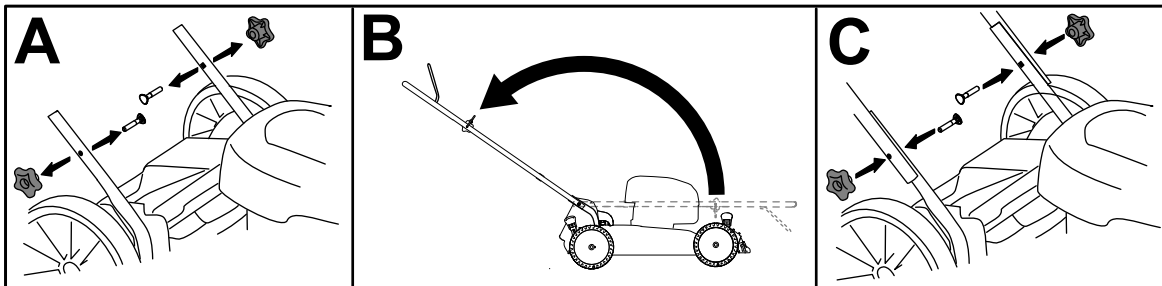

Figure 3
1. Retirez les boutons du guidon et les boulons correspondants du carter de la machine (A de Figure 3).
2. Placez la partie supérieure du guidon sur la partie inférieure et déployez le guidon (B de Figure 3).
3. Installez les boutons du guidon à l'aide des boulons correspondants et serrez-les fermement à la main (C de Figure 3).